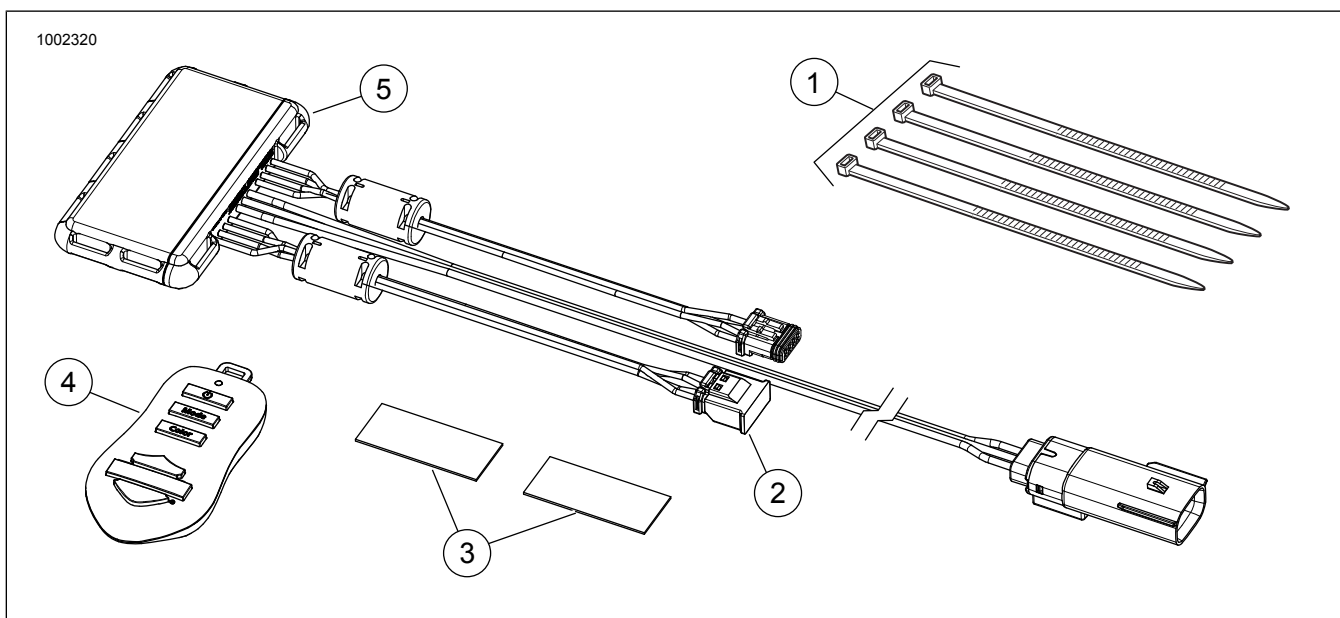

Figura 2. Piese de service, Kit controler Spectra Glo
Figura 2 și Tabelul 1 .
5. Figura 2 Alegeți o locație potrivită pentru montarea controlerului (5) sub scaun sau în spatele capacului din partea stângă. Utilizați banda cu dublu adezivă (3) prevăzută în kit sau curele de cablu (1).